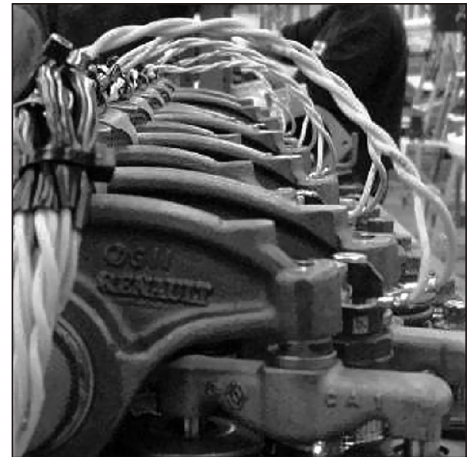

Рис. 122. Установка жгута форсунок в головке блока цилиндров.
5. Навернуть гайки крепления проводов к форсункам и затянуть окончательно моментом $M_{кр} = 1,5 \pm 0,25$ Нм. (Крепление проводов осуществить таким образом, чтобы провода от форсунок уходили в сторону противоположную прохождению оси коромысел) (см. Рис. 122).